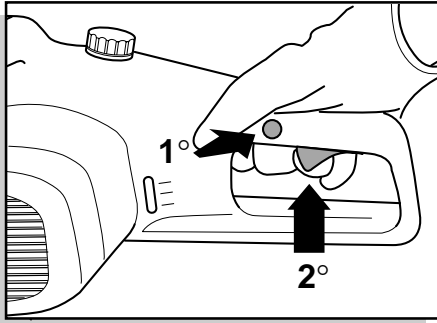

fig. 9
- Pressionar no botão de segurança contra o accionamento e depois no controle da aceleração (fig. 9).